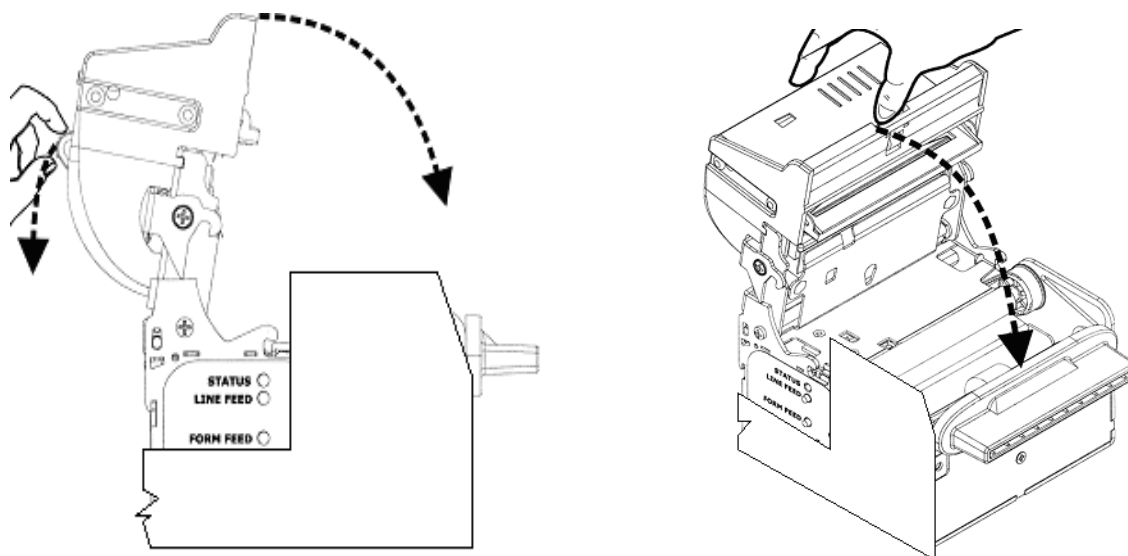

Рисунок 7.4 - Закрытие крышки принтера
7.4.6 Чтобы закрыть крышку, следует сначала перевести рычаг подъема крышки в нижнее положение, а затем закрыть крышку, прижав ее до фиксации (Рисунок 7.4).